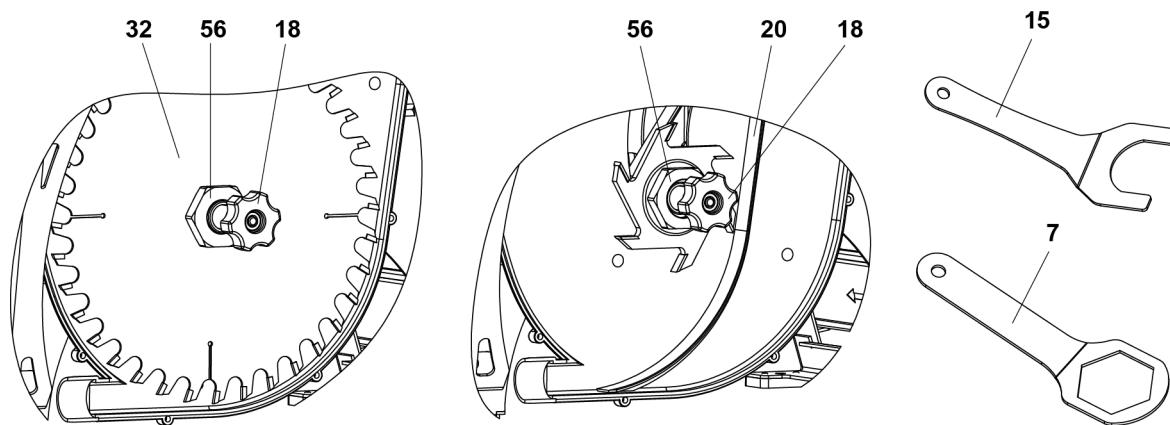

Рисунок 19. Демонтаж пильного диска/фрезы
- затем с помощью ключей 7 и 15 (рис. 19) открутить гайку 56 крепления пильного диска 32;